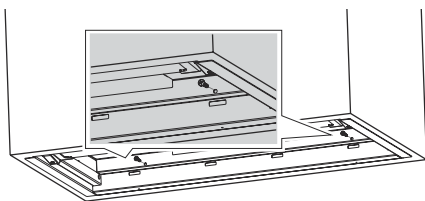

Fig. 14
5. ➔ Monte el capó por la parte posterior con 2 piezas. Tornillos 3.9x16. (Fig. 14).